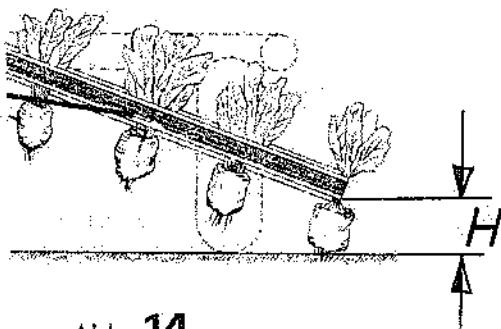

Abb. 14
- 6.2.3. Die Höheneinstellung "H" (Abb. 14) ist richtig, wenn die Runkelrübe vom Ziehaggregat kurz oberhalb der Knolle an den Blättern erfaßt wird.